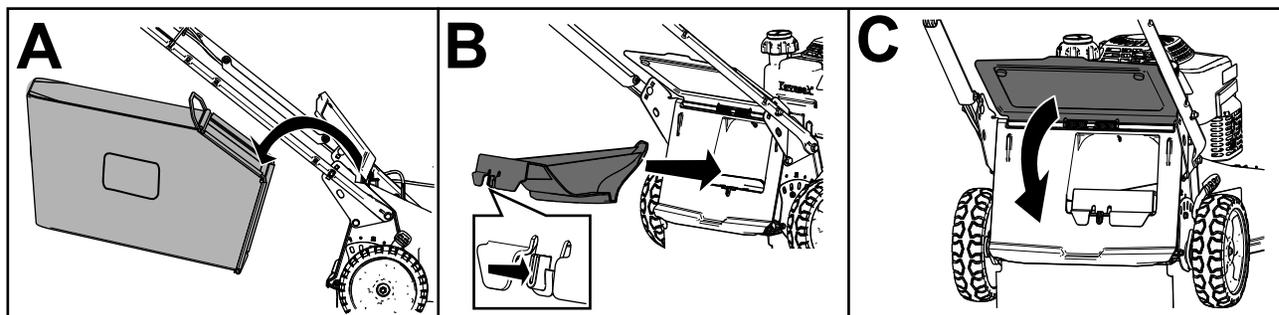

Bild 16
- Nehmen Sie ggf. den Fangkorb ab (A von Bild 16).
- Wenn die Heckauswurfklappe nicht eingesetzt ist, fassen Sie sie am Griff an, heben Sie das Heckablenkblech an und setzen Sie sie in den Heckauswurfkanal ein, bis der Riegel einrastet (B von Bild 16).
3. Nehmen Sie die Fangkorbstange am Fangkorb aus den Kerben an der Unterseite des Griffes (A von Bild 16).
4. Setzen Sie die Heckauswurfklappe ein (B von Bild 16).
5. Senken Sie das Heckablenkblech (C von Bild 16).